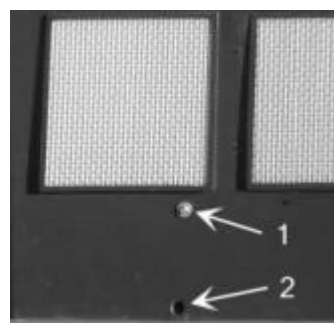

Fig. 15
b) Take the plug out of the overflow hole (Fig 15/1), mounting it in the drain hole (Fig 15/2).
b) Sortir le bouchon de l'orifice du déversoir (fig. 15/1) et le placer dans l'orifice de drainage (fig. 15/2).
b) Sacar el tapón del orificio de rebosadero (fig. 15/1) y colocarlo en el de drenaje (fig. 15/2).